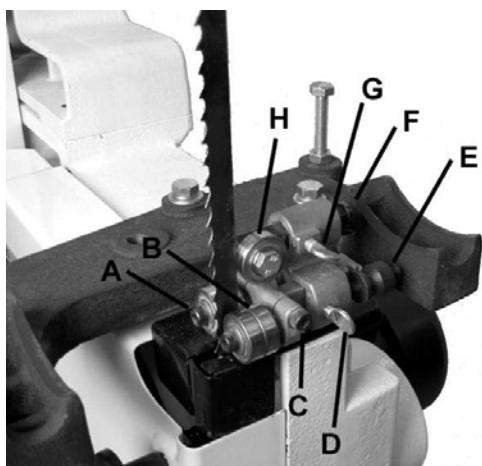

Рисунок 12.
3. Ослабьте барашек (G, Рис. 12) и поверните ручку с накаткой (F, Рис. 12), чтобы сдвинуть упорный подшипник (H, Рис. 12) внутрь или наружу, пока подшипник не будет на расстоянии 0,4 мм за полотном.
4. Затяните барашек (G, Рис. 12).
5. Ослабьте барашек (D, Рис. 12) и поверните ручку с накаткой (E, Рис. 12), чтобы сдвинуть скобу направляющего блока внутрь или наружу, пока передняя кромка направляющих подшипников не будет чуть позади впадин зубьев полотна.
6. Затяните барашек (D, Рис. 12).
7. Ослабьте фиксирующий винт (С, Рис. 12) и поверните направляющие подшипники (В, Рис. 12), повернув эксцентрик (А, Рис. 12) торцевым шестигранным ключом 4 мм в комплекте. Направляющие подшипники должны быть так близко к полотну, как только возможно без сдавливания.
8. Затяните фиксирующий винт (С, Рис. 12).
3. Если настройку нужно произвести влево или вправо, слегка ослабьте четыре винта (А, Рис. 12а) и произведите легкую поднастройку направляющей стойки. Затяните винты, когда процесс завершен.
4. Если требуется произвести настройку вперед-назад, это делается затягиванием или ослаблением винтов (В, С, Рис. 12а). Верхние установочные винты (В, Рис. 12а) отводят направляющую стойку назад (если стоять напротив станка), в то время как нижние установочные винты (С, Рис. 12а) отводят направляющую стойку вперед.
Рисунок 12а.